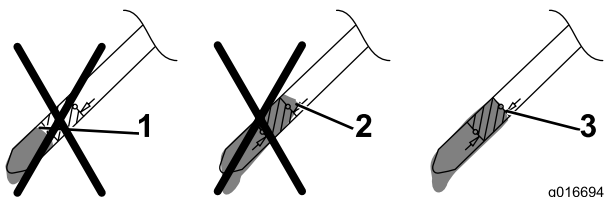

Figure 33
11. Sortez de nouveau la jauge et vérifiez le niveau d'huile ; voir Figure 33.
- Si le niveau d'huile est trop bas, ajoutez **lentement** une petite quantité d'huile dans le tube de remplissage, puis répétez les étapes 9 à 11 jusqu'à ce que le niveau d'huile soit correct, comme illustré à la Figure 33.